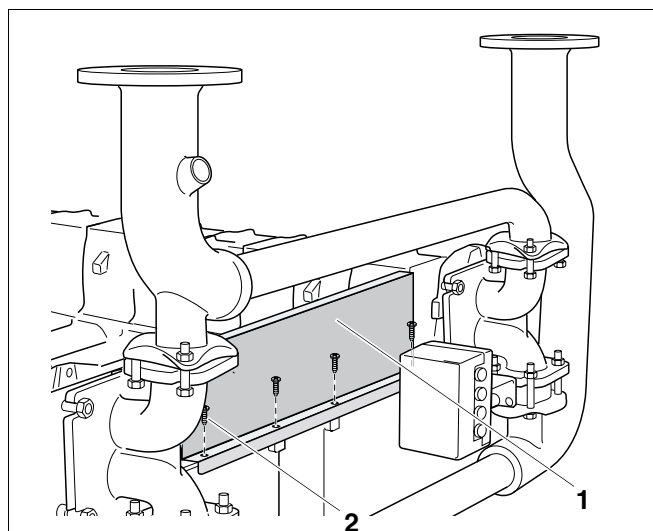

Рис. 35 Установка передней стенки и средней части
- Установить переднюю стенку (рис. 35, поз. 1) на гайки с защелкой и нетуго закрепить четырьмя винтами 4,8 x 22 (рис. 35, поз. 2).
- Крепко затянуть четыре винта 4,8 x 22 на передней стенке (рис. 35, поз. 2, стр. 35).